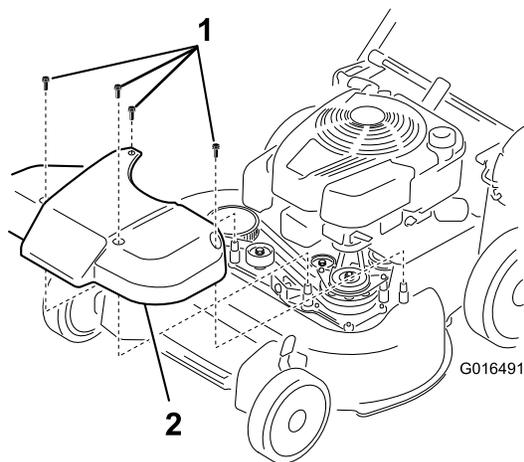

Рисунок 35
- Снимите крышку системы привода ножей (Рисунок 35).